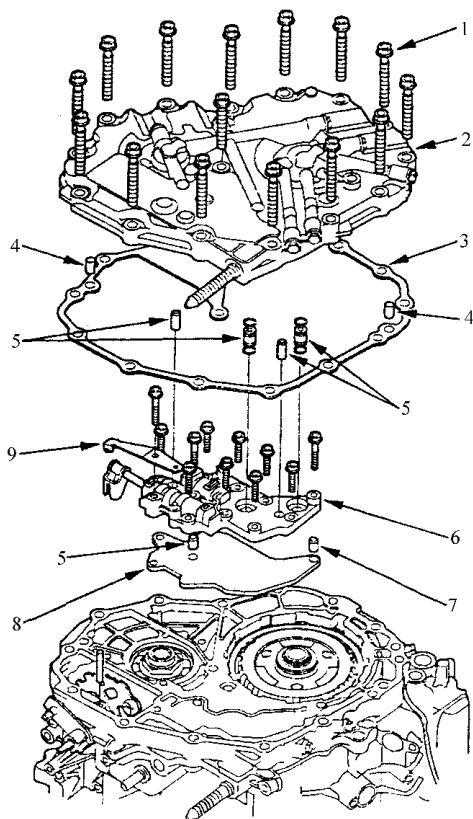

图 5-90 拆卸端盖
21) 如图 5-90 所示，拆卸紧固端盖的 15 个螺栓，然后，拆卸端盖、定位销和垫圈。